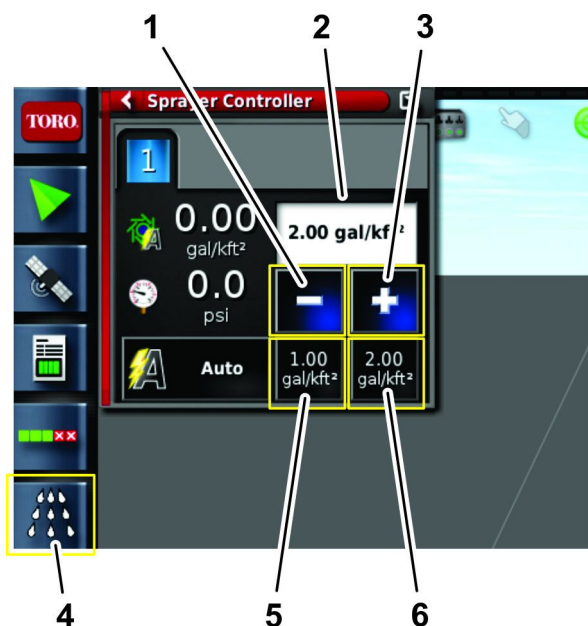

図 98
3. 希望する散布率を入力するプリセットから増減してもよいし、現在の目標散布率アイコンから設定してもよい 図 98。